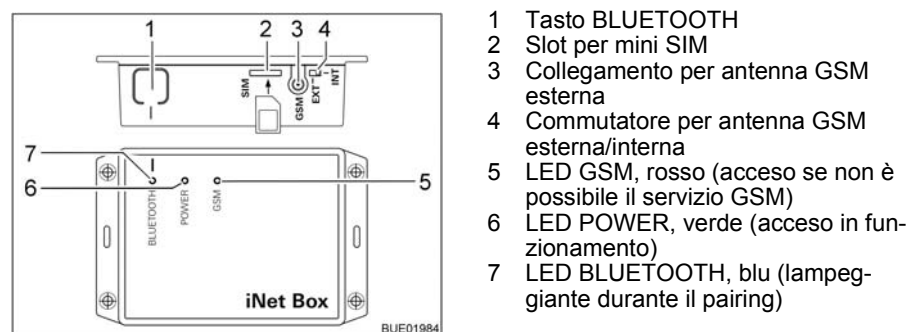

Fig. 104 Truma iNet Box
- Premere il tasto BLUETOOTH (Fig. 104,1) della iNet Box per 1 secondo. Nel terminale mobile la Truma iNet Box è visibile per circa 2 minuti (nome: "Truma iNet-Box"). In questo tempo il LED BLUETOOTH (Fig. 104,7) blu lampeggia.
- Spingere con cautela la mini SIM con il proprio numero di telefono e credito sufficiente nello slot (Fig. 104,2) della Truma iNet Box, come illustrato, finché non si innesta. Il LED GSM (Fig. 104,5) rosso deve lampeggiare costantemente. Quando dopo 20 secondi il LED rosso si spegne: Controllare la mini SIM.